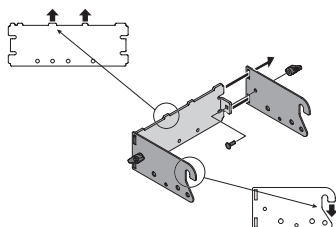

Figura 1
1. Fije los dos soportes laterales del enganche al soporte de soporte trasero (conjunto de soporte del enganche del motociclista 689-00304A) utilizando dos tornillos de transporte (710-0276) y pomos de ala (720-04122) de hardware pack 689-02364. Ver Figura 1.